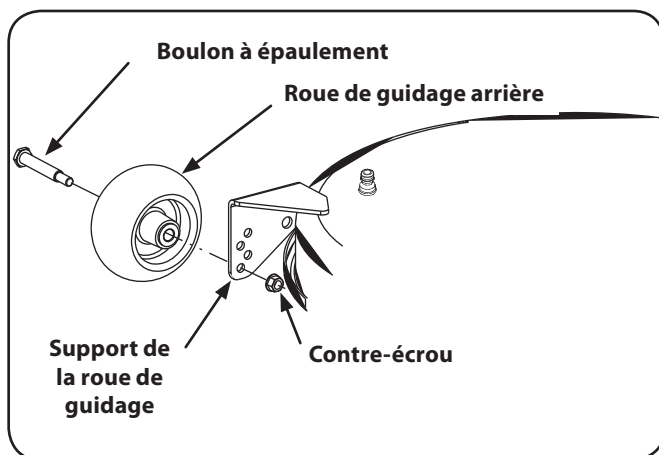

Figure 6-7
2. Enlevez le contre-écrou qui maintient l'une des vis à épaulement sur le plateau de coupe. Démontez la roue de guidage et la vis à épaulement. Voir la Figure 6-7.